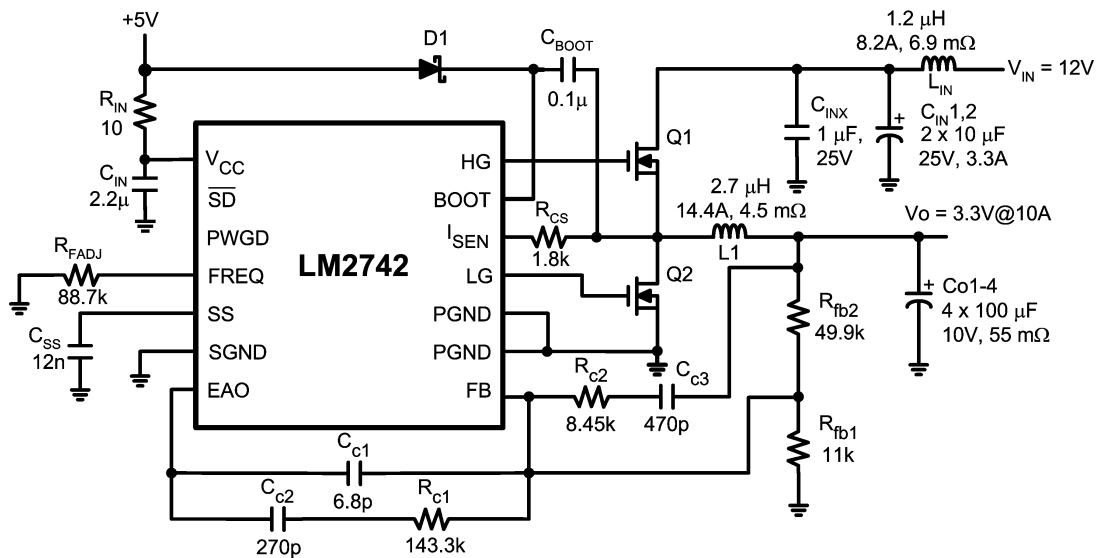

FIGURE 3. 5V-16V to 3.3V, 10A, 300kHz
Cinx コンデンサは高周波をバイパスして、スイッチング周波数および入力ノイズの高調波をフィルタします。一般的な回路には、十分な電圧定格 (Figure 3 で 10V) を持つ 2 個の 1μF セラミック・コンデンサを適用できます。
以下に、Figure 3 での回路素子での効率計算を示します。この回路での出力電力は $1.2V \times 10A = 12W$ です。
**TABLE 2. Bill of Materials for Circuit of Figure 3